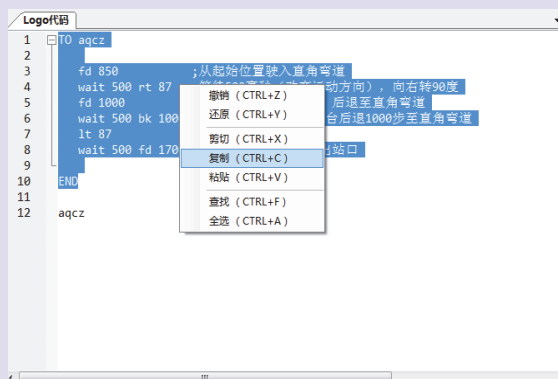

图 9.5 LOGO 程序编写窗口的快捷菜单
1. 与其他 Windows 应用软件一样, 在 LOGO 程序编辑窗口中也可以单击右键, 在弹出的快捷菜单中选择命令(如图 9.5 所示), 还可以使用组合快捷键(如使用 **Ctrl** + **C**、**Ctrl** + **V** 进行复制、粘贴操作)。